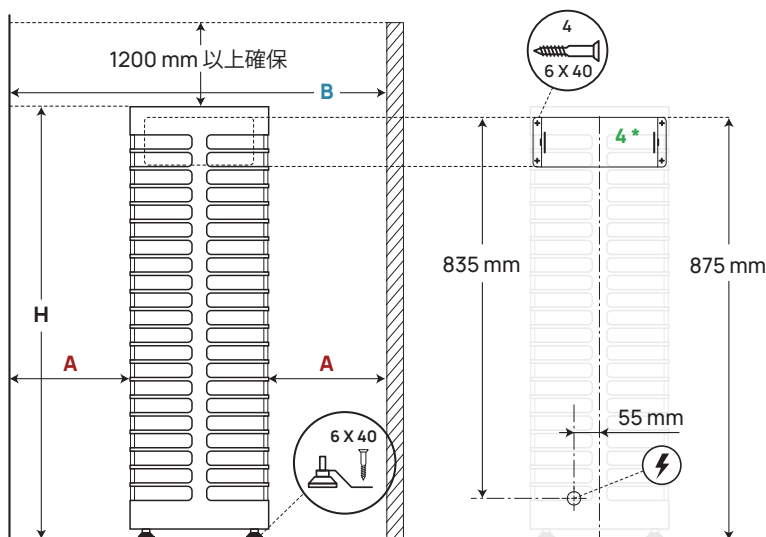

図 1 サウナヒーターの設置位置
- サウナヒーターの設置場所には、離隔距離が確保されていますか？ サウナヒーター設置の際の、サウナ室の天井および壁との離隔距離については、**表 1**、**図 1** をご参照ください。
- ・ HUUM STEEL 6、9、11各モデルは、同梱のブラケットを使って床に固定します。図1にならって、ブラケットをサウナヒーターの脚に取り付け、適切なねじで床の構造に固定してください (最低 6×40mmのねじを推奨)。
- ・ HUUM STEEL Mini 4 は、同梱の壁掛けプレートを使って壁に固定してください。図1をご参照ください。